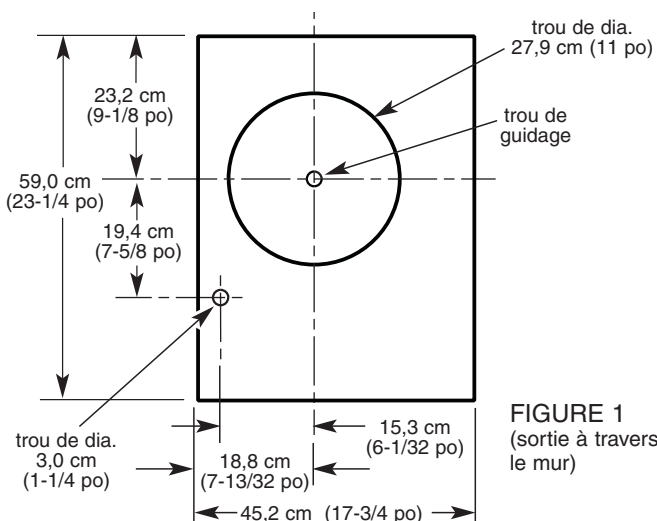

FIGURE 1
**3.** Tracer un rectangle de 45,2 x 59,0 cm (17 3/4 x 23 1/4 po) sur le mur – voir la FIGURE 1.
**5.** Tracer un cercle de diamètre 27,9 cm (11 po) autour du trou de guidage identifié à la FIGURE 1. Marquer le centre du trou de diamètre 3 cm (1 1/4 po) où passera le câble électrique – voir la FIGURE 1.
Pour le positionnement du trou de dia. 3 cm (1 1/4 po), utiliser les dimensions de la FIGURE 1 ou de la FIGURE 2 (Page 3).